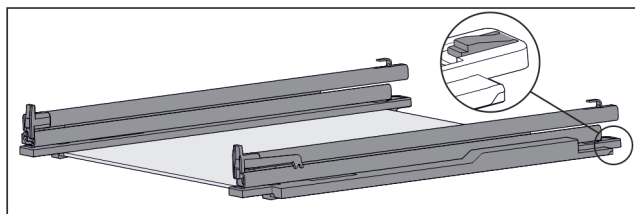

Fig. 154 Üveglap sínekkel és tartóelemekkel
- ▶ Nyomja le hátul a tartóelemet (lásd Fig. 154), közben a sínt tolja hátrafelé.